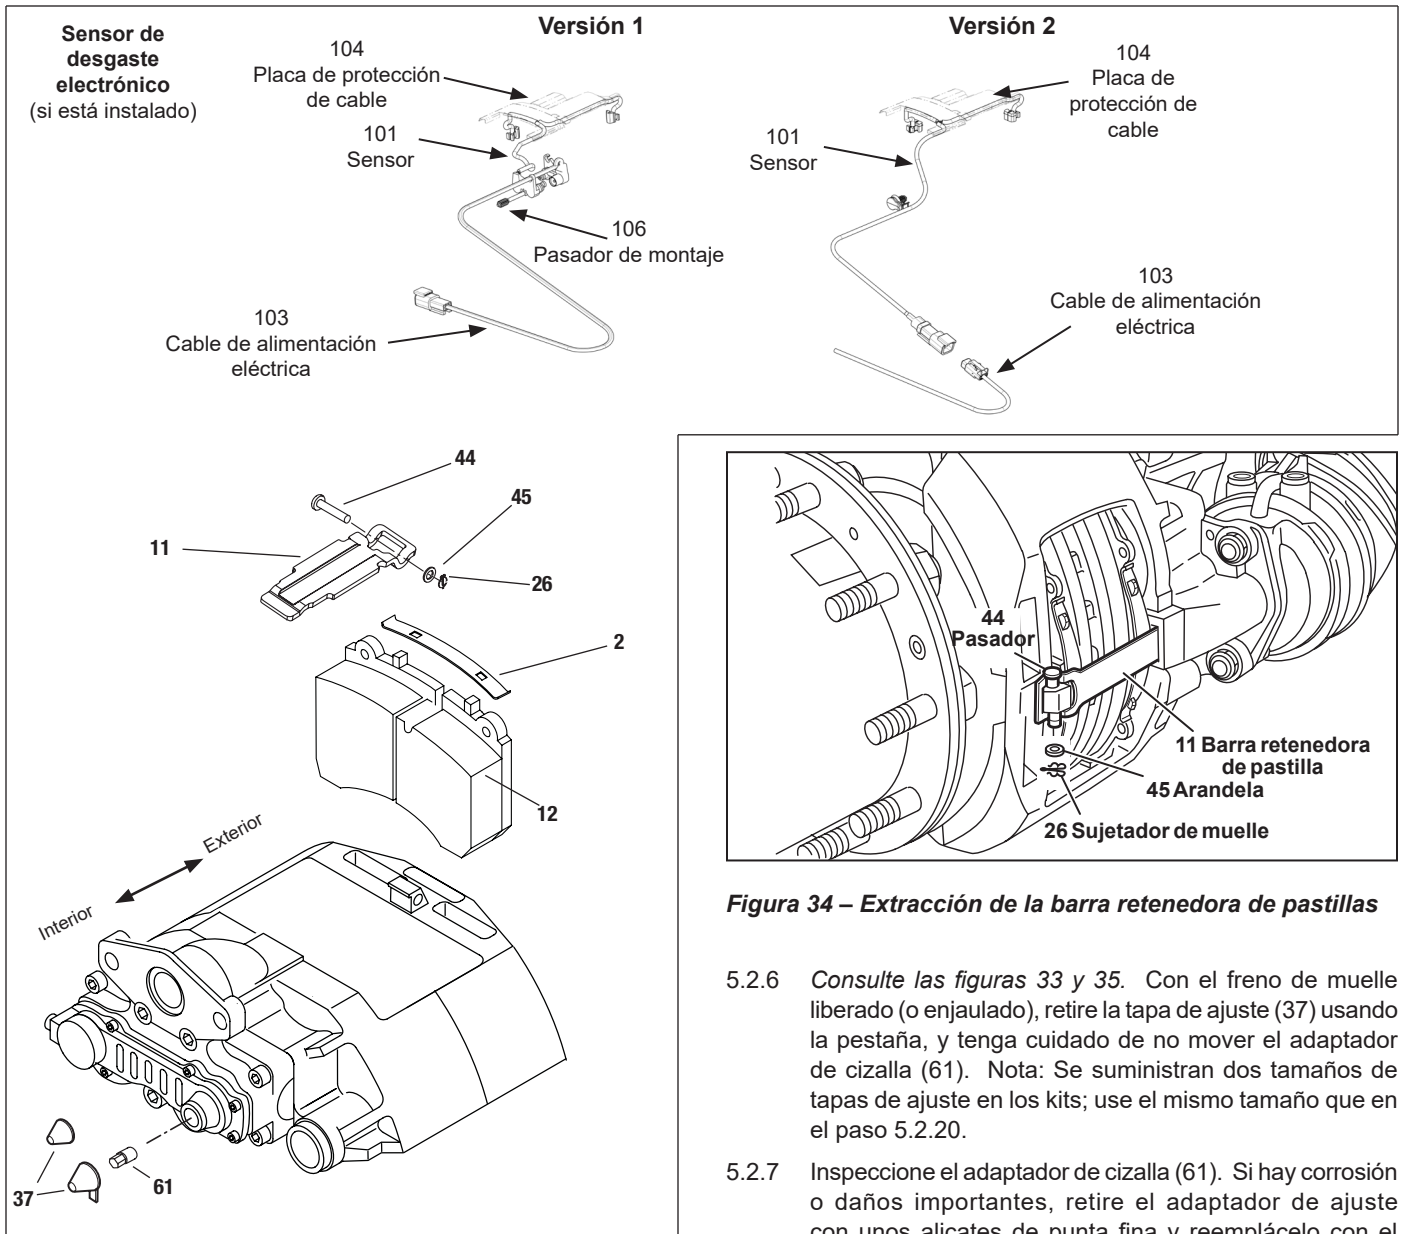

Figura 33 – Reemplazo de pastillas
- 5.2.3 Si el freno de disco neumático está equipado con un indicador de sensor de desgaste electrónico (*consulte la parte superior de la figura 33*), observe cómo está instalado el cable en su protector, luego retire y deseche el protector del cable. Desconecte el arnés del sensor de desgaste del arnés del puente antes de quitar las pastillas. El arnés del sensor de desgaste y el protector del cable se reemplazarán con las pastillas de freno.
- 5.2.21 Empuje la nueva barra retenedora de la pastilla (11) en la ranura de la mordaza. Presione hacia abajo la barra retenedora de la pastilla e inserte el pasador retenedor de la pastilla (44), con el pasador apuntando hacia abajo, cuando sea posible (consulte la figura 33). Instale la arandela suministrada (45) y luego el sujetador de muelle (26).